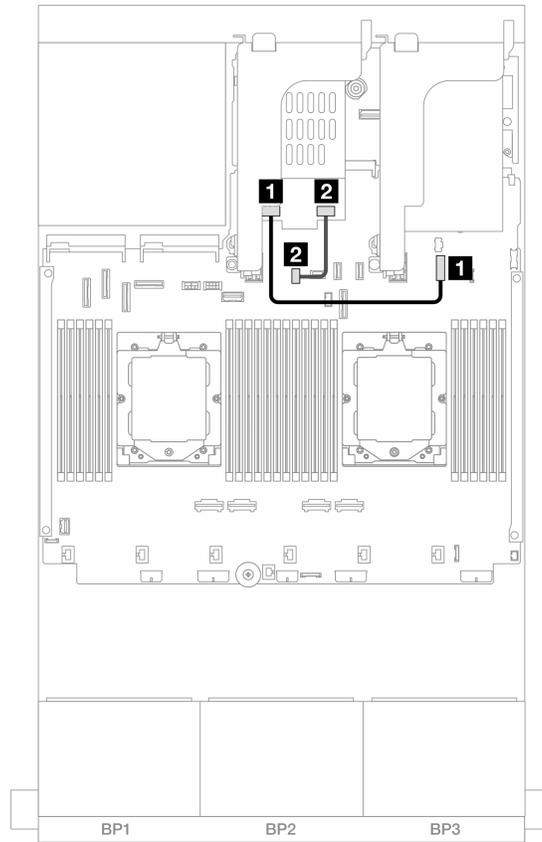

図 327. NVMe ケーブル配線
- 384 ページの 図 327 「NVMe ケーブル配線」